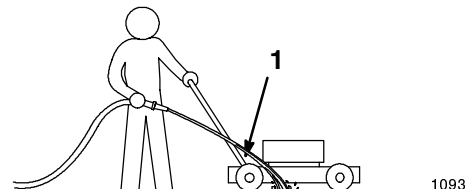

Figure 16
3. Tenez le tuyau d'arrosage à hauteur du mancheron et dirigez le jet d'eau vers le sol, juste devant la roue arrière droite (Fig. 16).